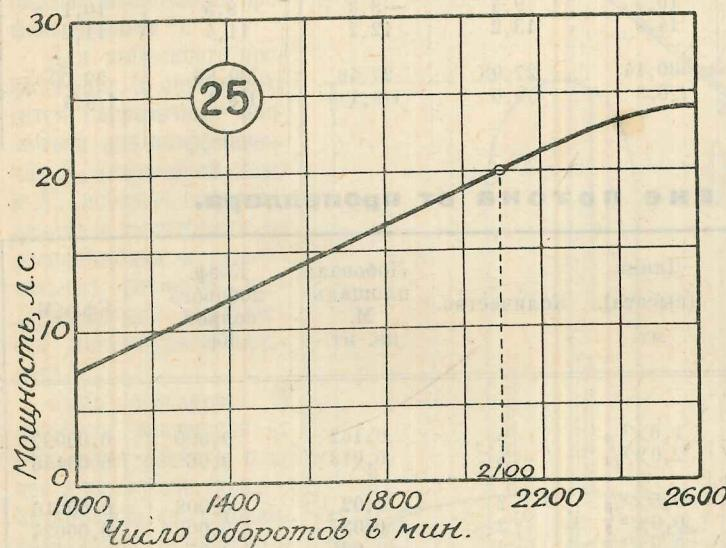

Рис. 25. Зависимость мощности мотора от его числа оборотов в мин.
1. Мощность мотора $M = 20$ л. с., при 2100 оборотах в минуту. Зависимость мощности мотора от его числа оборотов (характеристика мотора) представлена на рис. 25.
Число оборотов n пропеллера предполагается постоянным для всех случаев полета, что весьма близко к действительности (имеется запас мощности мотора около 4 л. с., — рис. 25).
Легко видеть, что **угол установки крыльев** (их хорды) относительно оси фюзеляжа может быть принят равным 0° , так как, при горизонтальном полете, имеющейся избыток мощности 1,3 л. с. может быть сведен к нулю, приблизительно при 1970 оборотах мотора в минуту (рис. 25); при полете же на высоте, скажем, 1000 метров, этот избыток мощности не только поглотится, но необходимо будет, сверх того, еще увеличить угол атаки крыльев.